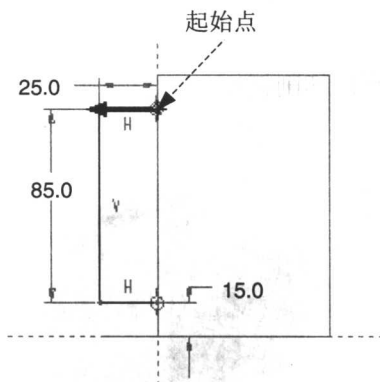

图 2.8 截面图形
③ 系统进入草绘环境后，接受系统默认的参照，绘制并标注扫描轨迹，如图 2.8 所示。
④ 完成轨迹的绘制和标注后，单击草绘完成按钮 。